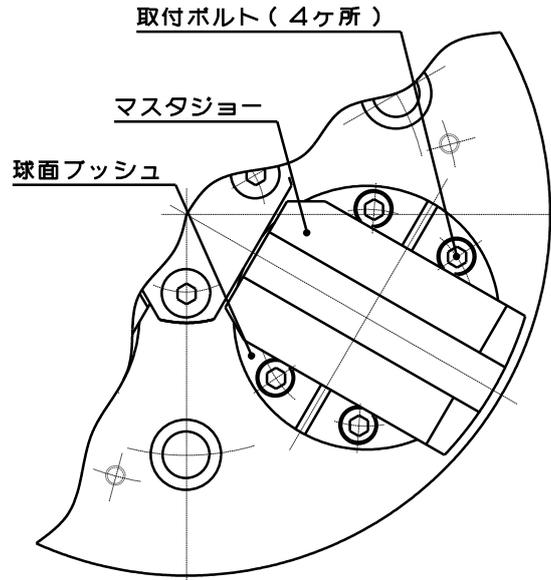

図 4-2
- ①ジョーとTナットを取り外して下さい。
- ②チャック表面よりロケータ等の上物治具を取り外して下さい。
- ③球面ブッシュの取付ボルトを外して下さい。
- (図 4-2 参照)